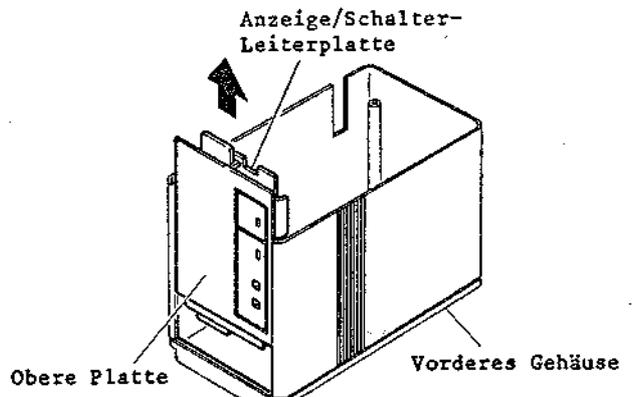

Abb. 2-208 Ausbau des vorderen Gehäuses und der Anzeige/Schalter-Leiterplatte
5. Die obere Platte und die Anzeige/Schalter-Leiterplatte in Pfeilrichtung abnehmen (siehe Abb. 2-208).